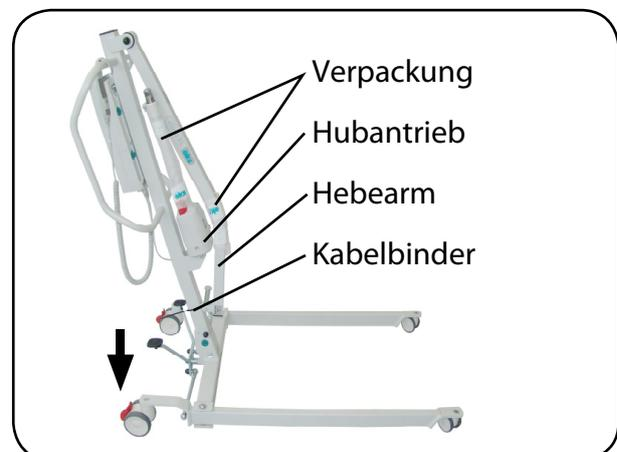

Abb. 8.7.03 - Standmast aufgerichtet
1. Bremsen Sie die zwei hinteren Laufrollen, durch Betätigung des Tritthebels (Abbildung 8.7.03).
7. Fixieren Sie den Hubantrieb und den Hebearm mit Kabelbinder oder Klettband am Standmast. Bei längerer Lagerung sollten der Hubantrieb und der Hebearm wieder mit der Original-Verpackung umwickelt werden (Abbildung 8.7.03) (vgl. Kapitel **Lagerung**).